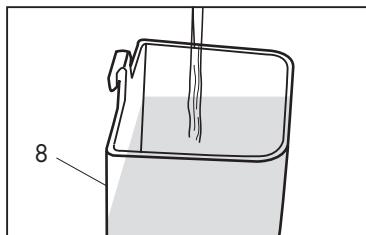

Fig. 2
- Riempire il serbatoio fino al raggiungimento del livello massimo (1,8 l). (**Fig.2**)